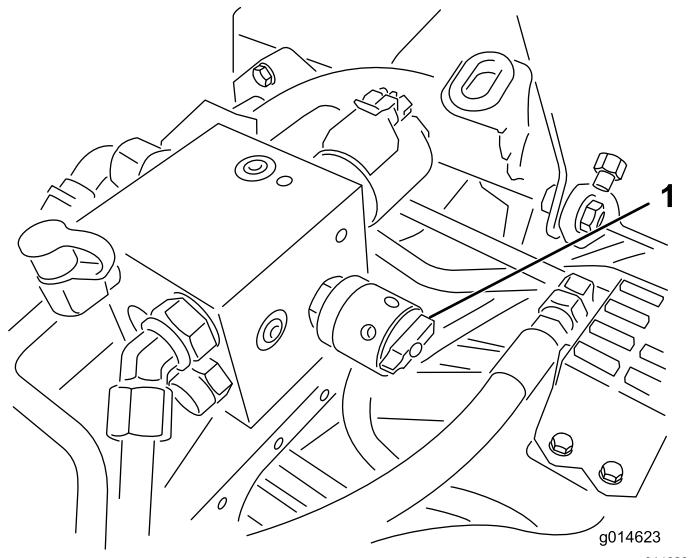

図 38
4. リールの速度を設定するには、ノブ図 38を回して、ノブの矢印を、所定の番号に合わせる。